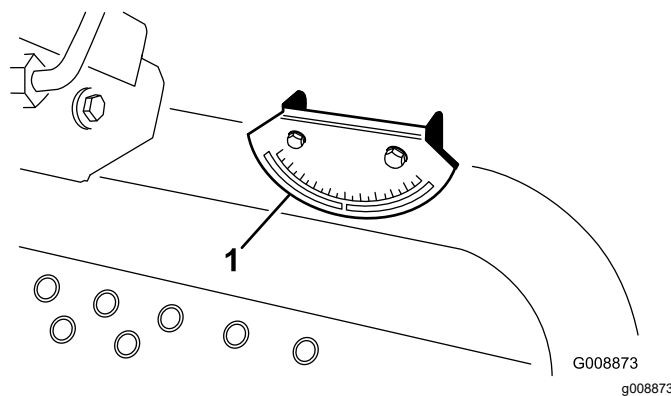

Figura 5
2. Accertate che la macchina sia a livello, appoggiando l'inclinometro manuale (a corredo della macchina) sulla traversa del telaio, accanto al serbatoio del carburante (Figura 5). L'inclinometro deve indicare zero gradi, visto dalla posizione dell'operatore.